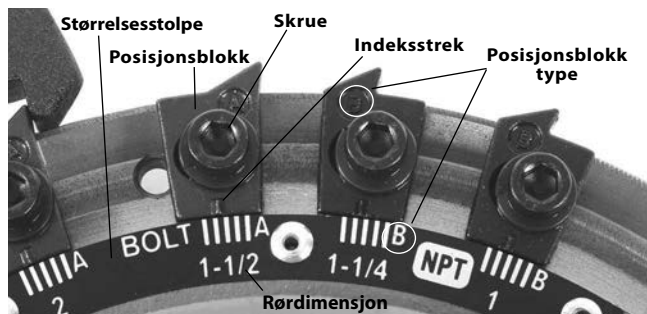

Figur 14 – Sette inn gjengebakker
5. Sett passende gjengebakker inn i gjengehodet, nummerert kant opp inntil indikatorlinje er i flukt med kanten på gjengehodet (se figur 14). Tallene på gjengebakkene må stemme med tallene på sporene på gjengehodene. Skift alltid gjengebakkene som sett – ikke miks gjengebakker fra ulike sett.